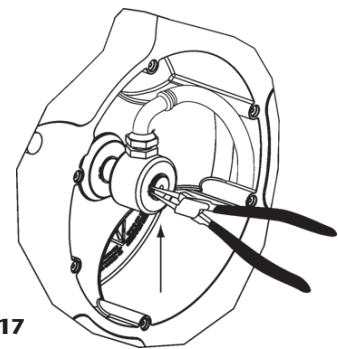

Fig. 17
3. Enlever le cliquet et tirer sur la rotule. Attention à ne pas endommager le joint torique intérieur (fig. 17).